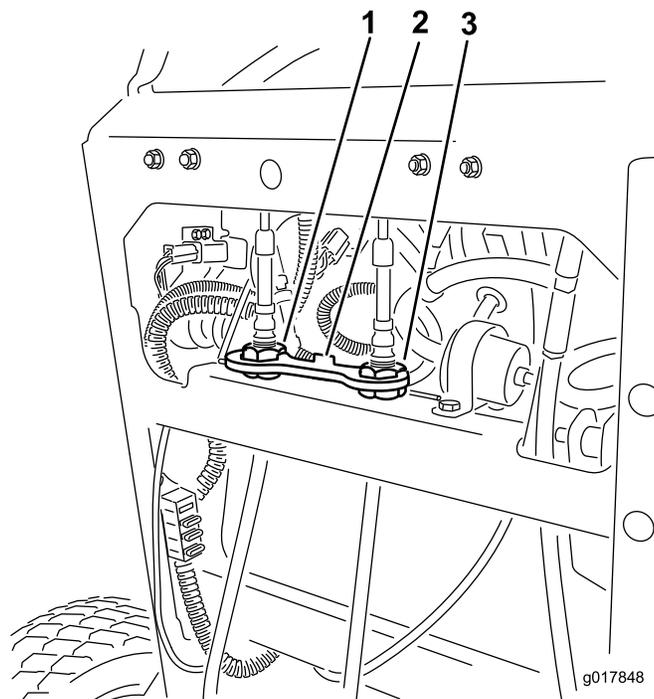

Figura 71
2. Eleve e retire o bloqueio do cabo que prende as porcas de ajuste do cabo (Figura 71).
6. Instale o bloqueio do cabo nas porcas de ajuste do cabo para fixar o ajuste (Figura 71).